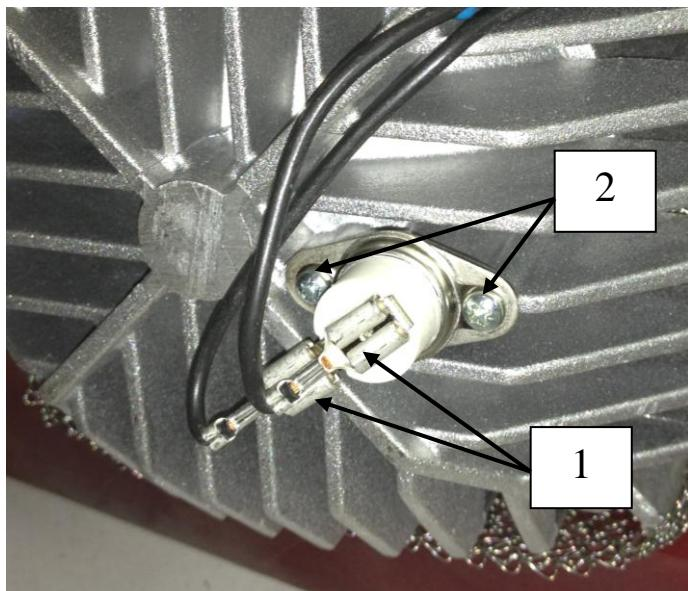

Рис.6 – Датчик перегрева
Датчик перегрева (рис.6) служит для контроля температуры нагрева теплообменника. При достижении теплообменником температуры свыше 250 °C датчик перегрева размыкает электроцепь (размыкается цепь топливного насоса), при этом происходит автоматическое выключение отопителя. Поводом для замены может служить отключение отопителя при температуре теплообменника ниже 250°C или по причинам, указанным в таблице 2.
2. Проверьте блок управления. Замкните между собой контакты проводов, идущие от БУ к датчику перегрева (рис.6а), запустите отопитель.
- отсоединить контакты проводов БУ от датчика перегрева (позиция 1, рис.6);
- отвернуть винты крепления датчика (позиция 2, рис. 6) снять датчик перегрева.
Рис.6а – Замкнутые провода
- отсоединить контакты датчика от блока управления (рис.6в);
Рис.6б – Датчик перегрева
Рис.6в – Подключение